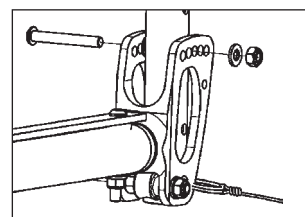

Figure 1
Votre fauteuil est doté de deux freins d'immobilisation, chacun placé de part et d'autre et pouvant fonctionner d'un côté comme de l'autre. Ils sont directement montés sur les pneus. Pour les actionner, baissez le levier de frein vers l'avant jusqu'à la butée (fig. 1). Pour relâcher les freins, relevez le levier dans sa position originale. Les freins d'immobilisation sont toujours livrés avec la rallonge du levier de frein, ce qui permet de réduire considérablement l'effort à fournir pour les actionner. La rallonge est directement vissée aux freins. En le soulevant, le levier pourra se plier vers l'avant. Le freinage ne sera pas aussi efficace si :
1. Dévissez les vis supérieures et sortez l'écrou et la rondelle (Figure 1).
Un boulon protège les poignées contre tout glissement involontaire (Fig. 1). En ouvrant le levier de serrage (1), il est possible de régler individuellement la hauteur des poignées à pousser. Lors de l'enclenchement du levier, un clic vous indiquera que vous pouvez mettre aisément la poignée à pousser dans la position souhaitée. L'écrou du levier de serrage (2) détermine le serrage au niveau du support de la poignée à pousser. Après enclenchement du levier, si l'écrou est desserré, la poignée sera lâche. Avant utilisation, vérifiez que le serrage est suffisant en faisant pivoter latéralement la poignée. Après réglage de la hauteur du levier de serrage (1), continuez de le serrer solidement. Quand le levier de serrage n'est pas serré, cela peut occasionner des blessures lors de la montée d'escaliers.